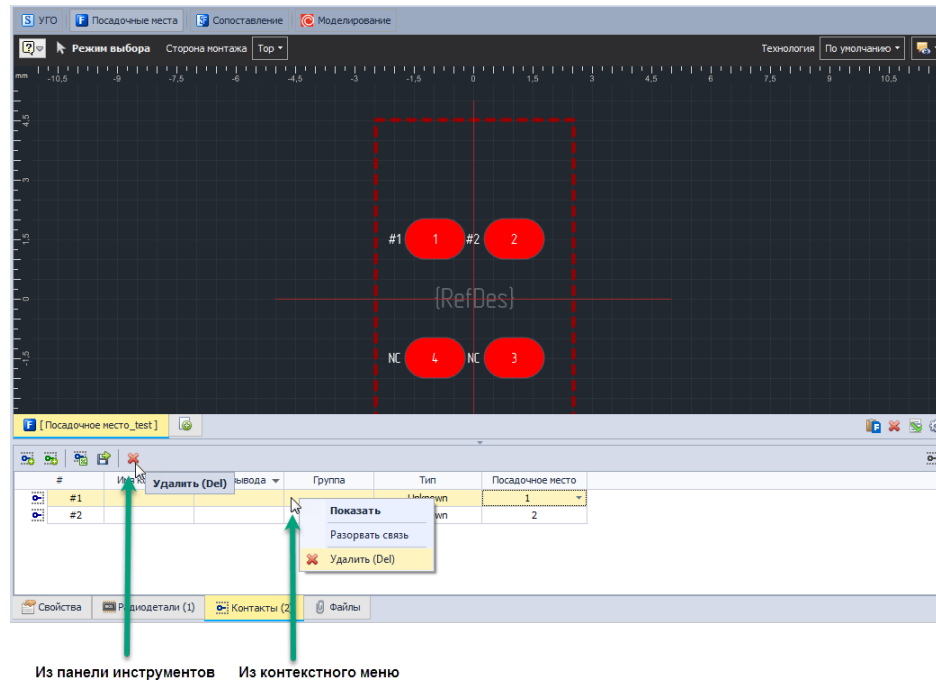

Рис. 271 Удаление контактов из перечня контактов
2. Нажмите кнопку  - «Удалить», которая расположена на панели инструментов окна редактора компонента, либо воспользоваться контекстным меню, см. Рис. 271.